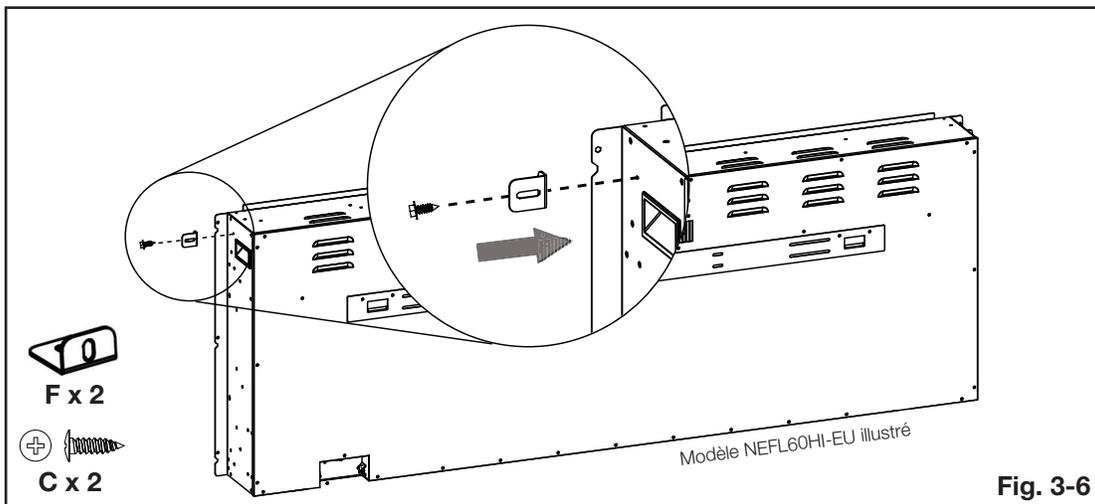

Fig. 3-6
- A. Installer les deux supports métalliques (un de chaque côté) (fournis) sur les côtés supérieurs de l'appareil (Fig. 3-6).